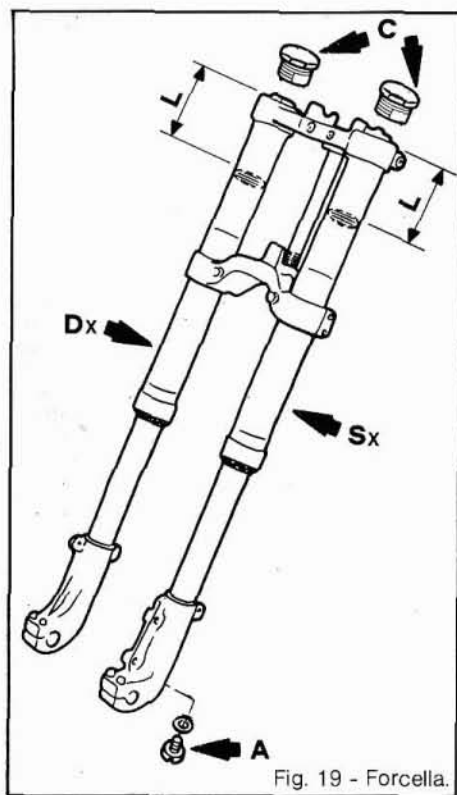

Fig. 19 - Forcella.
- svitare le viti di scarico (a croce) sui piedini (A Fig. 19) e fare defluire l'olio;
- smontare il tappo forcella (C Fig. 19);
- immettere olio per forcelle **Marzocchi speciale Trial, SAE 7,5**, fino a che arrivi a mm. 130 (L Fig. 19) dalla sommità del tubo portante (a stelo compresso).